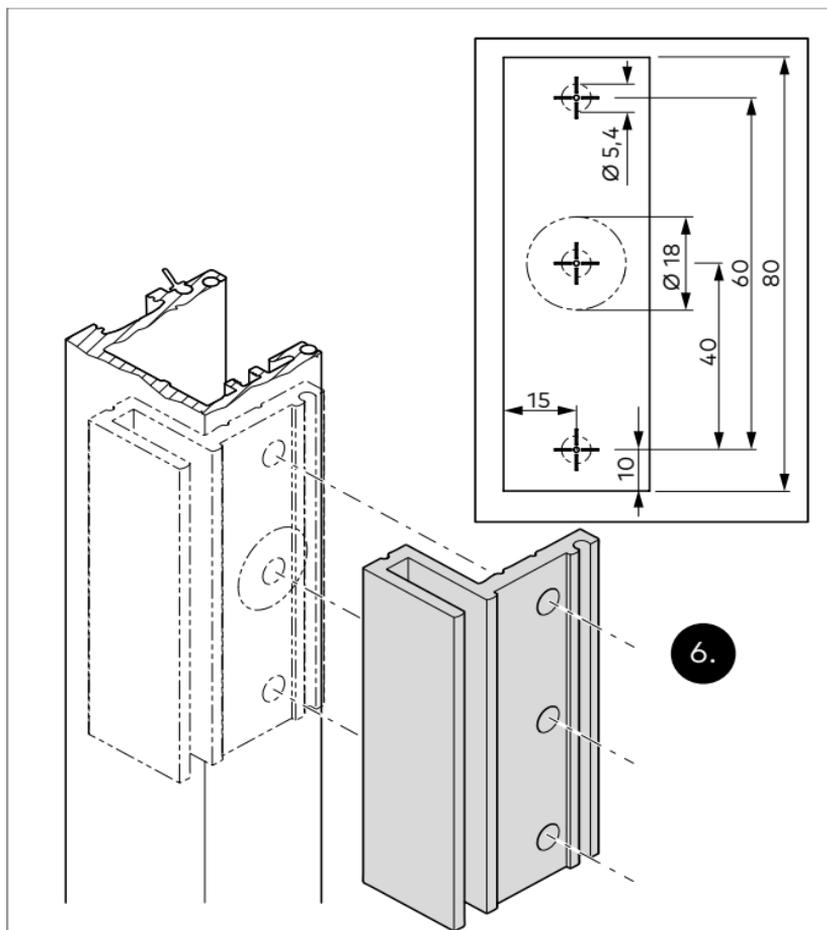

Abb. 10 Die erforderlichen Bohrungen an einem Deckprofil für die Zarge mit der Bohrschablone anzeichnen
- Wenn keine Bohrungen für das Elektromodul vorbereitet sind, dann die erforderlichen Bohrungen an einem Deckprofil für die Zarge mit der Bohrschablone anzeichnen (Abb. 10).